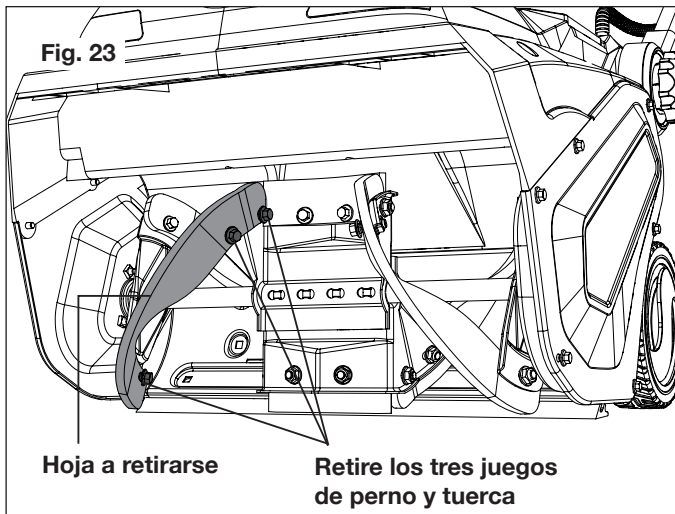

Fig. 23
1. Retire la primera hoja del lado usando una llave de 10 mm para sujetar fijamente el perno, y una llave de 13 mm para aflojar y retirar la tuerca. Repita la operación para retirar los tres juegos de tuerca y perno, y delicadamente retire la hoja de la barra (Fig. 23).